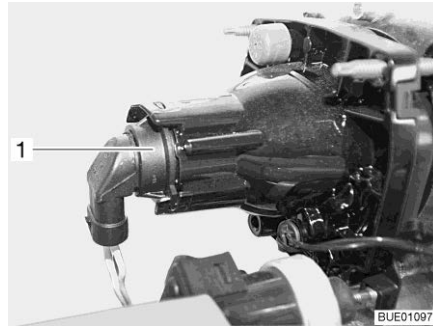

Bild 289 Halvljus/helljus/parkeringsljus
- Greppa tag bakom lamphållaren (Bild 289,1).